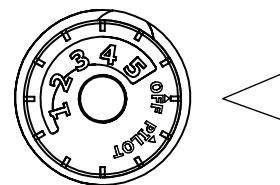
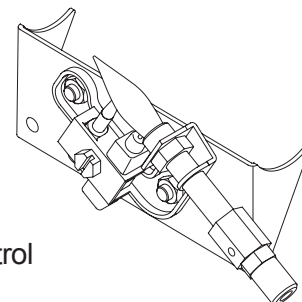

Fig. 15 - Perilla de control
Fig. 16 - Piloto
3. Gire la perilla de control hacia la derecha  a la posición "OFF" (Ver Fig. 15).
4. Espere cinco (5) minutos para que se vacíe todo el gas. Luego huela en busca de gas, incluyendo cerca del piso. Si huele gas, ¡ALTO! Siga "B" en la información de seguridad a la izquierda de esta etiqueta. Si no huele a gas, vaya al siguiente paso.
5. Gire la perilla de control hacia la izquierda  a la posición "PILOT" (Ver Fig. 16). Oprima la perilla de control.
7. Mantenga oprimida la perilla de control durante (30) segundos después que el piloto encienda. Suelte la perilla de control.
- Si el piloto se apaga repita los pasos 3 al 7. Espere (1) minuto antes de intentar encender el piloto de nuevo. Si después de varios intentos el piloto todavía se apaga, gire la perilla de control hacia la derecha  a la posición "OFF" y llame a un técnico de servicio calificado.